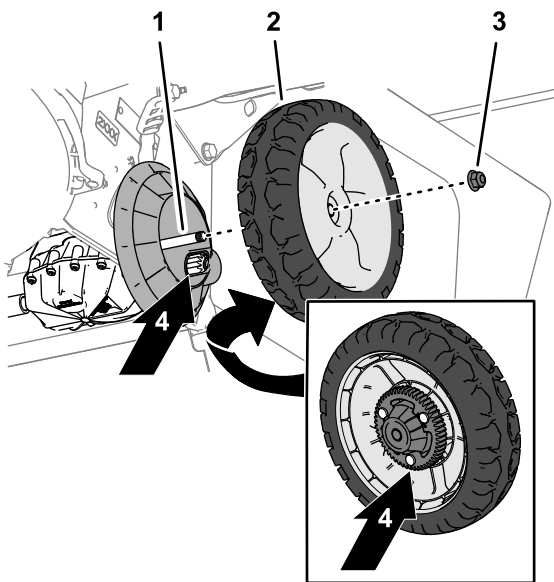

Рисунок 30
1. Снимите фланцевую контргайку и колесо в сборе с болта оси (Рисунок 30).
2. Удалите весь мусор из зоны колес-зубчатых передач (Рисунок 30).
- После очистки нанесите небольшое количество противозадирного состава на зубчатые передачи (Рисунок 30).
- Установите колесо в сборе на болт оси с помощью фланцевой контргайки (Рисунок 30).